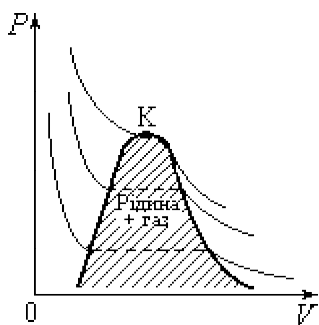

Рис.8.
**Теоретичні відомості та опис приладів.** Аналізуючи ізотерми реального газу (рис.8), можна зробити висновок, що з підвищенням температури довжини горизонтальних ділянок ізотерм – ізобар, які відповідають станам рівноваги між рідиною та її насиченою парою, зменшуються. При певній температурі  $T_{кр}$  і тиску  $P_{кр}$  ці ділянки, вироджуються в точку К, яку називають *критичною*. Ця точка відповідає стану речовини в якому зникає різниця між рідиною та її насиченою парою. Такий стан називається *критичним станом*, а температура, що йому відповідає – *критичною температурою*. Відповідно тиск і питомий об'єм речовини у критичному стані